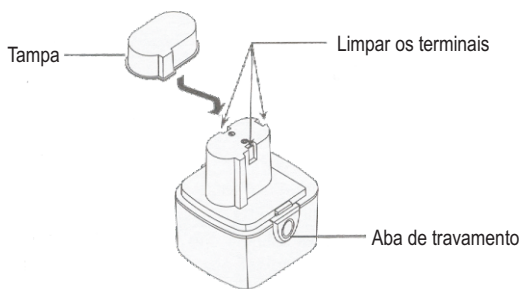

Fig. 9
3. Para remover a bateria, empurre para baixo na aba de travamento e deslize a bateria para fora. Veja a Fig. 9.